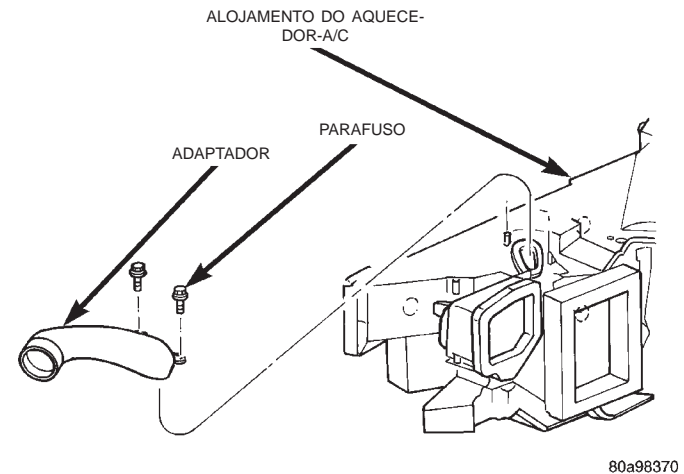

Fig. 66 Remoção/Instalação do Adaptador do Duto do Desembaçador
(1) Incline para baixo o conjunto do painel de instrumentos, mas não o remova do veículo. Consulte "Conjunto do Painel de Instrumentos" na seção "Remoção e Instalação", do Grupo 8E, "Painel de Instrumentos e Indicadores", para obter os procedimentos.
(2) Desconecte a mangueira flexível do duto do desembaçador do adaptador do duto do desembaçador na parte superior do alojamento do aquecedor-A/C.
(3) Remova os dois parafusos que prendem o adaptador do duto do desembaçador à parte superior do alojamento do aquecedor-A/C (Fig. 66).